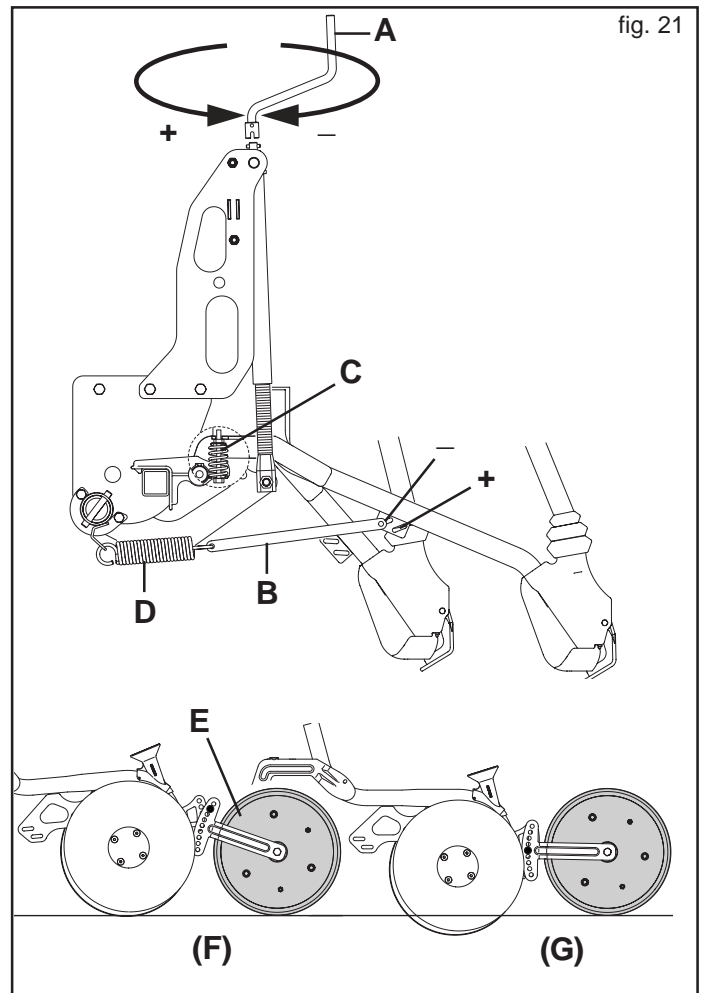

fig. 21
La profondità di semina viene regolata, contemporaneamente per tutti gli assolcatori tramite una manovella (A, Fig. 21), che consente, se girata in senso antiorario, di esercitare una maggiore pressione degli assolcatori sul terreno e quindi automaticamente una deposizione più profonda del seme.
Si può ulteriormente regolare la pressione, singolarmente, cambiando la posizione del tirante (B Fig. 21).
Solo con assolcatori a stivaletto è disponibile, come accessorio, una molla (C, Fig. 21) che consente di azzerare il peso del singolo elemento a molla (D) completamente scarica. In questa situazione è possibile eseguire semine superficiali.
Con assolcatori a disco è possibile montare posteriormente un ruotino in gomma (E, Fig. 21) che permette di controllare la profondità di semina. Grazie ad una serie di fori è possibile regolare la stessa profondità di semina per tutti gli elementi assolcatori (Fig. 21).
A richiesta, la seminatrice può essere dotata di regolazione idraulica della pressione degli assolcatori. Il dispositivo viene montato al posto della vite di regolazione manuale (Fig. 21) e collegato attraverso gli appositi tubi idraulici al distributore della trattore (doppio effetto).